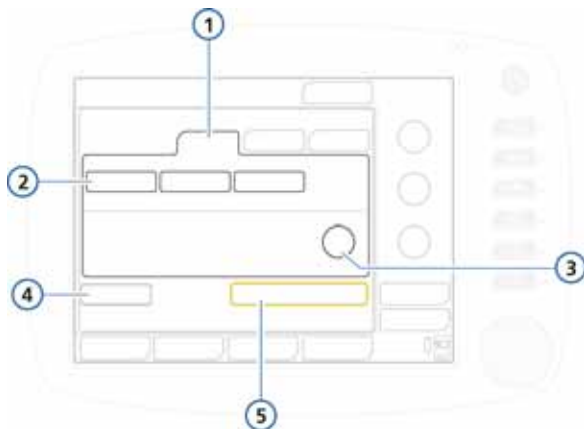

图 5-1. 新生儿病人组
1. 在“待机”窗口中触摸**新生儿**选项卡。请参阅图 5-1。
在图 5-1 中，按钮的标签为**新生儿 1**、**新生儿 2** 和**新生儿 3**。（按钮名称可在配置期间更改。）这些设置可在“配置”中定义（第 1.6 节）。快速设置可让您指定默认选项，包括要使用的通气模式。